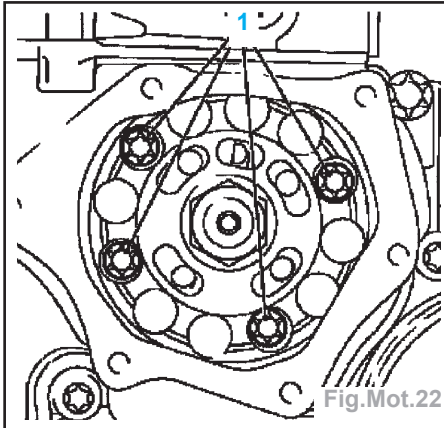

Fig.Mot.22
- Desserrer les 4 vis (1) la pompe d'injection en utilisant l'outil **MKM-604-30** (Fig. Mot.22).